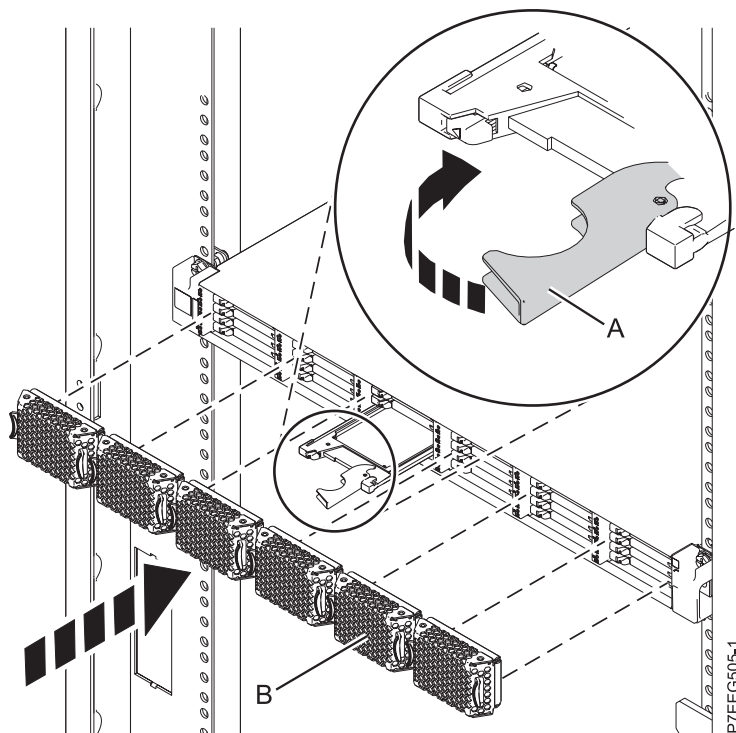

Figura 36. Sustitución de una unidad de estado sólido en Alojamiento de almacenamiento PCIe de EDR1.
4. Cuando el LED de identificación de la unidad de estado sólido se encienda de manera fija, deslice la unidad de estado sólido hasta el fondo de Alojamiento de almacenamiento PCIe de EDR1 y asegúrese de que queda totalmente encajada. A continuación, gire el asa (**A**) hasta la posición de bloqueo. Consulte Figura 36 en la página 61.